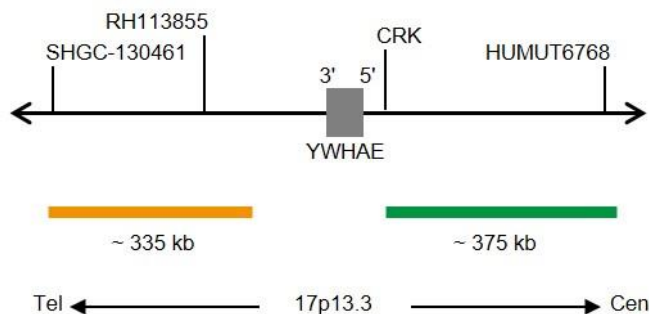

Abb. 1: SPEC YWHAE Sondenlokalisierung (nicht maßstabsgetreu)
- ZyGreen (Anregung 503 nm/Emission 528 nm) markierten Polynukleotiden (~10 ng/μl), die gegen Sequenzen in 17p13.3* (chr17:1,339,752-1,716,668) gerichtet sind, welche proximal zur YWHAE-Bruchpunktregion lokalisiert sind (siehe Abb. 1).
- ZyOrange (Anregung 547 nm/Emission 572 nm) markierten Polynukleotiden (~4,5 ng/μl), die gegen Sequenzen in 17p13.3* (chr17:791,171-1,124,746) gerichtet sind, welche distal zur YWHAE-Bruchpunktregion lokalisiert sind (siehe Abb. 1).